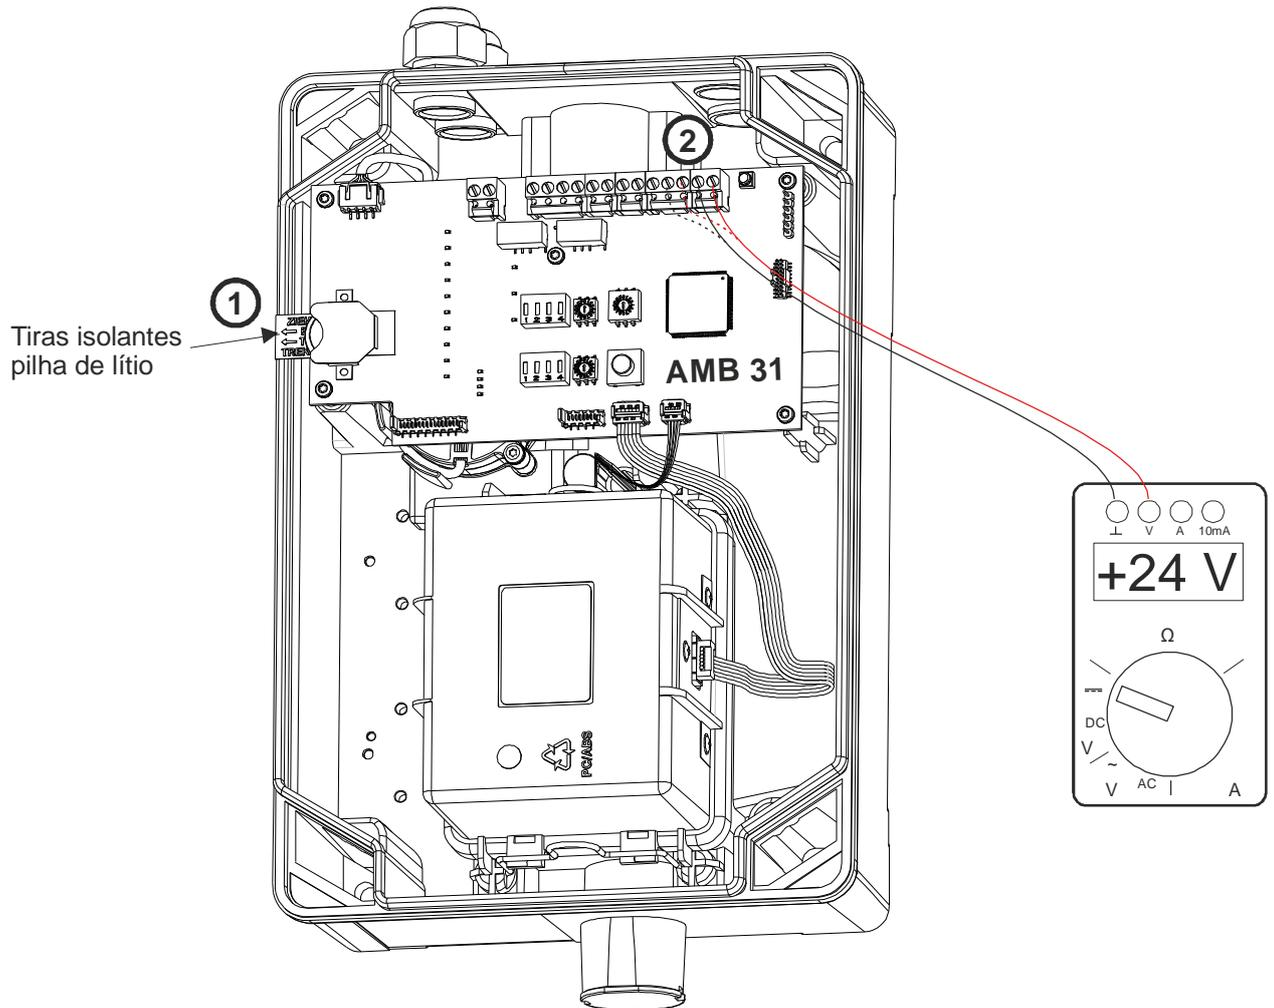

Fig. 44 Caixa para detetor aberta para a colocação em funcionamento
- Retire a fita de isolamento da pilha de lítio (na AMB 31) (v. Fig. 44 (1)).
- Verifique a tensão nos bornes de ligação 1 e 2 (em caso de alimentação redundante, também no 3 e 4): 21,6 até 27,6 VDC (em caso de alimentação de corrente de 24 VDC) (v. Fig. 44 (2)).